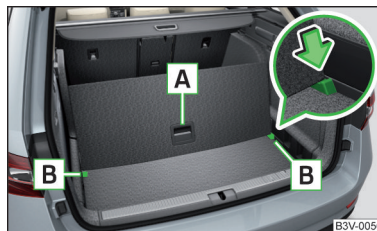

Fig. 146 Compartimentarea portbagajului cu podeaua variabilă
- Ridicați de mâner **A** » fig. 146 partea din spate a podelei variabile.